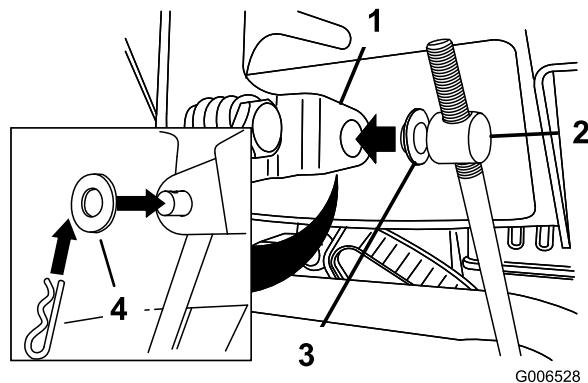

Figure 11
3. Retirez la goupille fendue et la rondelle extérieure du tourillon à l'extrémité supérieure de la tige de commande de vitesse (Figure 11).
Remarque: Pour faciliter l'installation, laissez la rondelle plate sur le tourillon (Figure 11).
6. Soulevez la tige de commande de vitesses et insérez le tourillon dans le trou du levier sélecteur de vitesses (Figure 11).
- Désaccouplez le tourillon du sélecteur de vitesses (Figure 11).
- Tournez le tourillon vers le bas (sens horaire) sur la tige de commande de vitesse (Figure 11).
- Accouplez le tourillon au sélecteur de vitesses (Figure 11).